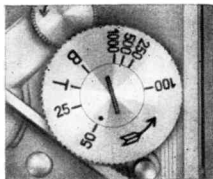

Abb. 6
Momentbelichtungen $1/25 \dots 1/1000$ s: Kleinen Belichtungszeit-Einstellknopf (10), s. Abb. 6, vor oder nach dem Verschußspannen anheben, in Pfeilrichtung drehen, bis gewünschte Zeit dem Markierungspunkt auf der Mittelscheibe gegenübersteht, Knopf (10)